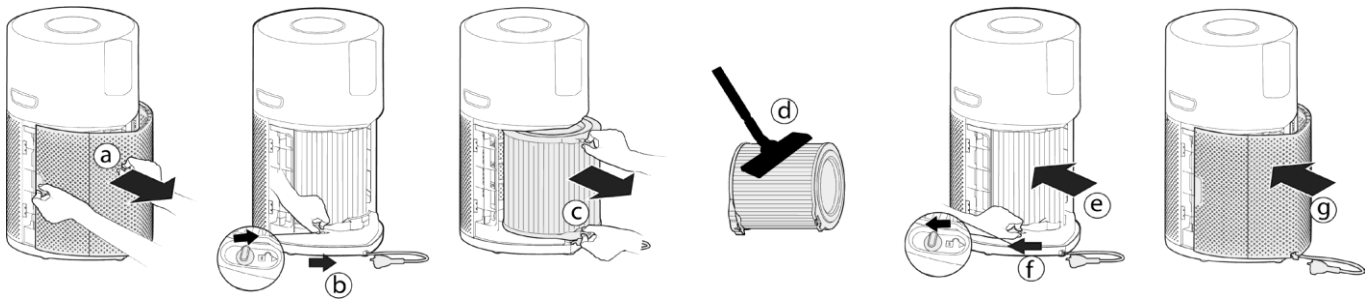

Рис. 14
Очищення/Заміна фільтра: [Рис. 14]
- Зніміть кришку блока забору повітря з приладу. [Рис. 14а]